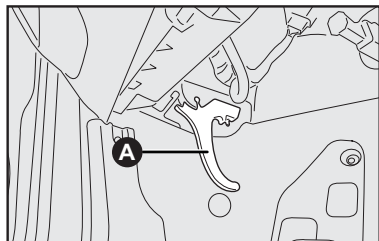

fig. 98
- 1) puxar a alavanca **A-fig. 98**.